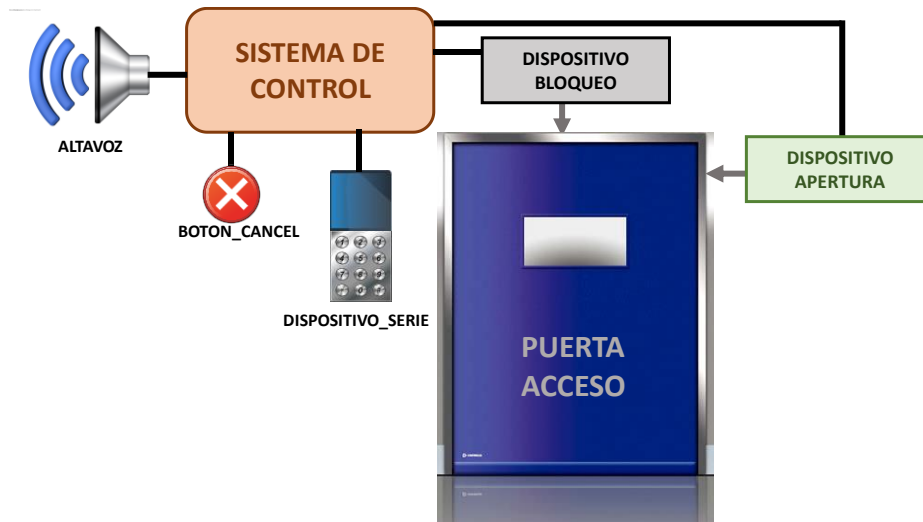

Figura 1. Esquema del sistema de acceso con cerradura electrónica
El esquema del sistema completo es el que se muestra en la figura 1:
1. Represente el esquema del hardware (diagrama de bloques) para esta aplicación. Dibuje el microcontrolador como un bloque, indicando claramente todos los recursos del microcontrolador utilizados y qué pines del microcontrolador se conectan a cada una de las entradas o salidas de todos los elementos que componen el sistema (cada elemento debe estar claramente identificado en el diagrama con el mismo nombre con que se denota en la figura 1). Además, rellene la siguiente tabla (añada todas las filas necesarias).